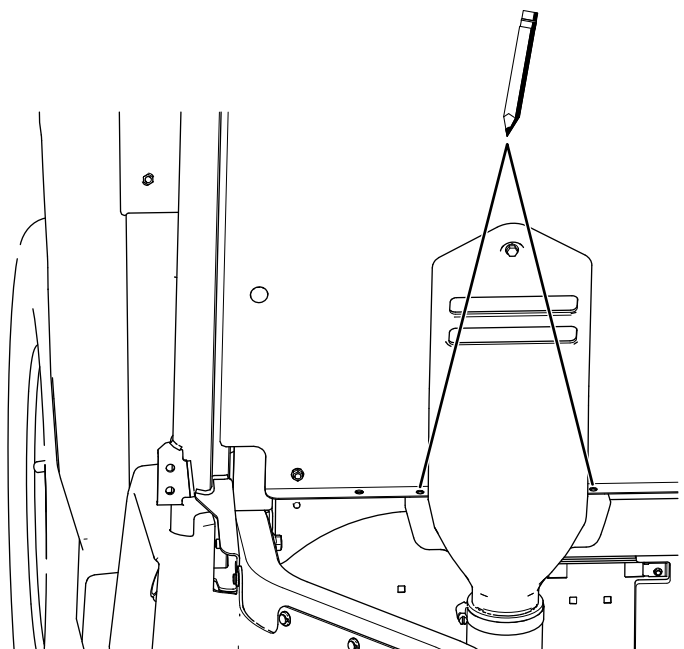

Figure 25
- C. En vous servant du capot d'admission de CVT comme gabarit, marquez l'emplacement des 2 trous (Figure 25).